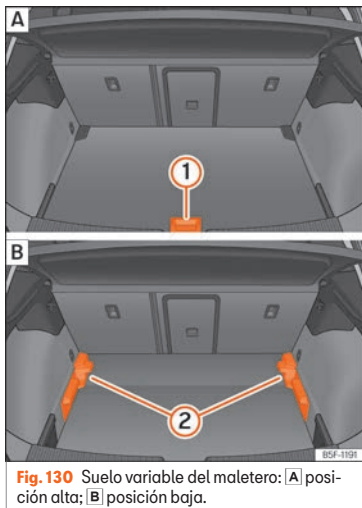

Fig. 130 Suelo variable del maletero: [A] posición alta; [B] posición baja.
- Para pasar de la posición baja a la alta, levante el piso por el asidero »» fig. 130 ①, tire de él hacia atrás hasta que la parte delantera del piso rebase totalmente los soportes »» fig. 130 ②.
- Haga desplazar sobre estos el piso hacia adelante hasta que haga tope en el respaldo de los asientos posteriores y, a continuación, baje el piso con el asidero ①.
- Para pasar de la posición alta a la baja, levante el piso por el asidero »» fig. 130 ①, tire de él hacia atrás hasta que la parte delantera del piso rebase totalmente los soportes »» fig. 130 ②.
- Con el suelo variable en posición alta, levántelo por el asidero »» fig. 130 ①, tire de él y empuje hacia el respaldo de los asientos posteriores hasta que se doble por la línea de bisagra y la parte móvil del piso repose sobre el mismo.